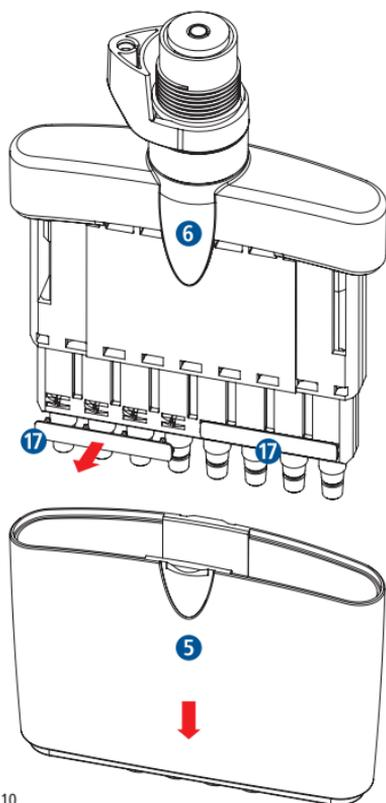

Fig.10
- Retirez le tube d'éjection 5 en desserrant/soulevant la fixation 6 (Fig. 10).